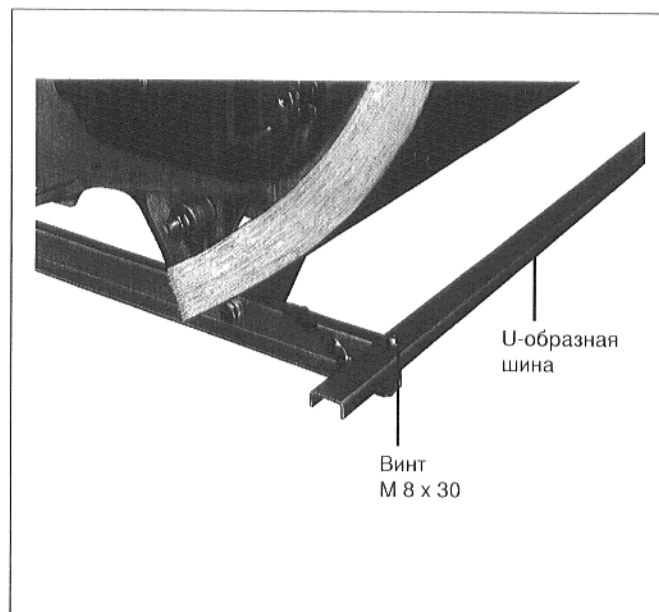

Рис. 41
- Положить U-образную шину, слева и справа, продольным отверстием вперед, на нижние поперечины (рис. 41).
- Подвесить U-образные шины в вырезы передней траверсы и привинтить к ней слегка винтами М 8 х 30, с шайбами и гайками (рис. 41).